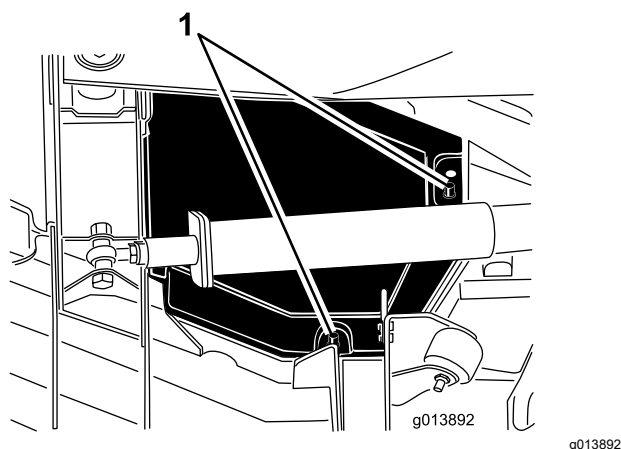

Figura 46
4. Sollevate i bordi dei coperchi posteriori interni dai supporti di montaggio (Figura 46).